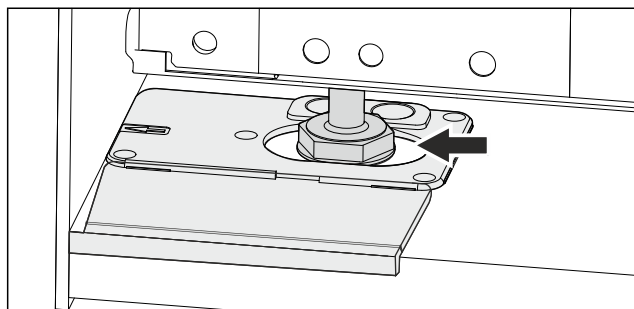

Fig. 50
- Poravnajte uređaj s pomoću podesivih nožica. Fig. 50 ()